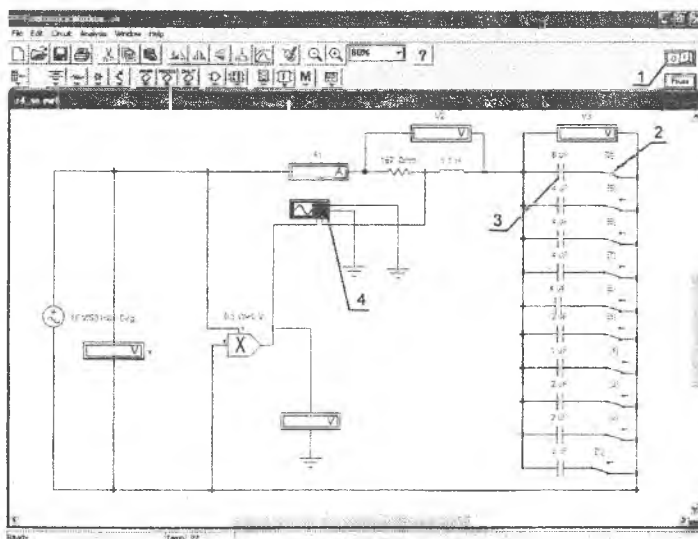

Рис. 6. Схема для исследования резонанса напряжений
5. Кнопка запуска симуляции (рис. 6) включает схему.
6. Переключатели изменяют положение при нажатии кнопок 0-9 на клавиатуре, тем самым, включая/выключая конденсаторы (рис. 6).